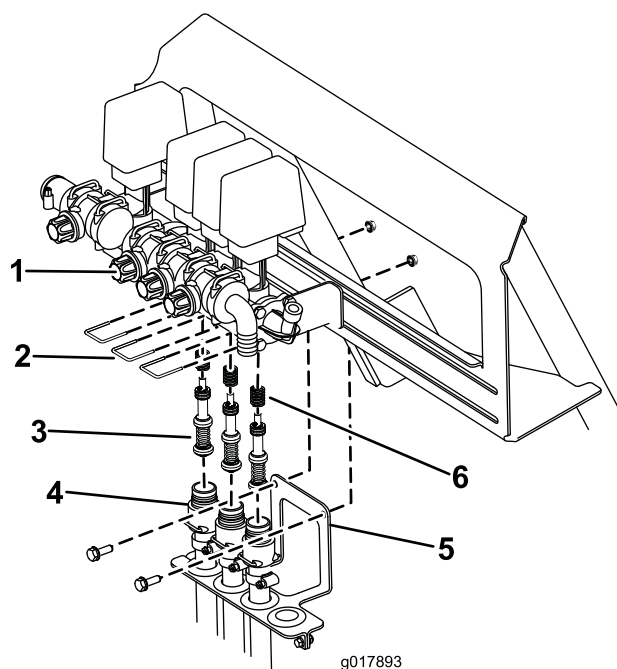

图70
- B. 将把阀座固定到阀门总成上的3个固定叉拆下 (图70)。
- C. 拆下把软管束支架固定到打药车车架上的2个螺丝和螺母图70。将软管从阀门总成上放下。
- D. 用3毫米的内六角扳手将固定阀门总成柱塞组件的螺丝拆下。务必要考虑到阀门中的弹簧(图70)。